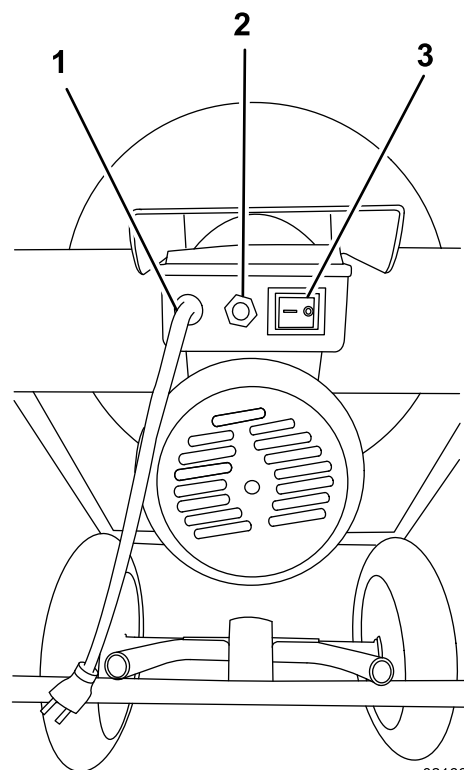

Figure 11
2. Mettez le moteur en marche en plaçant la commande marche/arrêt en position Marche; voir Figure 11.
1. Arrêtez le moteur en plaçant la commande marche/arrêt en position d'arrêt; voir Figure 11.
1. Amenez la commande Marche/Arrêt à la position Arrêt; voir Figure 11.
5. Appuyez sur le bouton de réinitialisation; voir Figure 11.
7. Amenez la commande Marche/Arrêt à la position Marche; voir Figure 11.